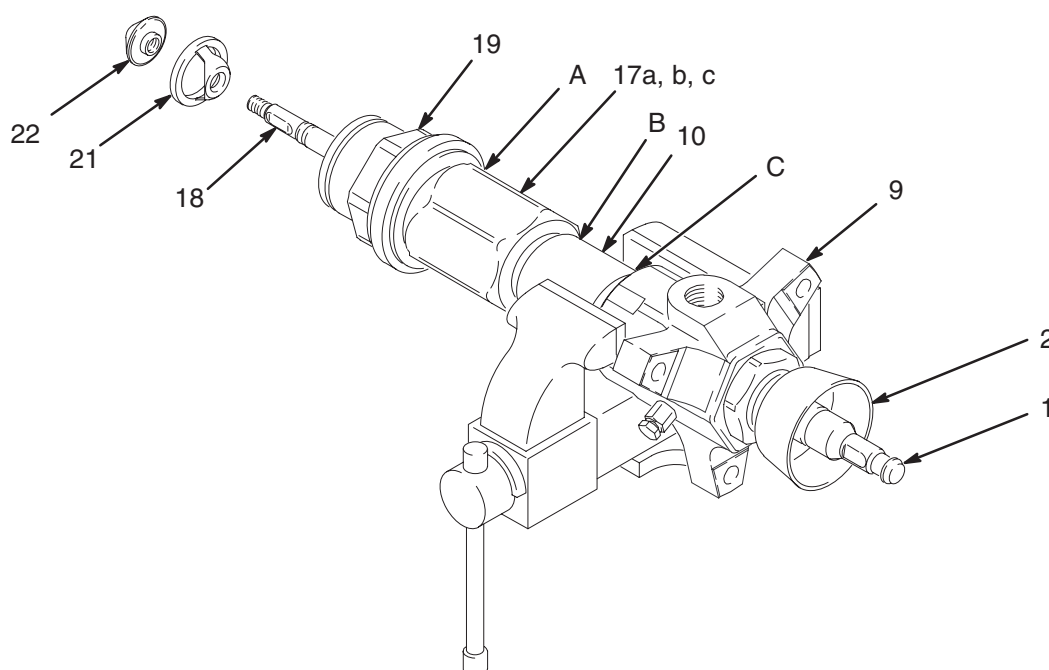

Fig. 8
1. Désaccoupler le bas de pompe du moteur comme indiqué en page 18. Placer le bas de pompe dans un étau en plaçant le collecteur de sortie (9) comme indiqué en Fig. 8.
2. Maintenir les méplats de la tige du piston d'amorçage (18) à l'aide d'une clé à molette et à l'aide d'une seconde clé, dévisser le siège du piston d'amorçage (22) de la tige. Séparer le piston d'amorçage (21) de la tige en le faisant coulisser. Vérifier que les surfaces internes et externes du piston (21) ne sont pas entaillées, usées ou détériorées.
3. Desserrer l'écrou de presse-étoupe (2) à l'aide de la clé (109) fournie.
4. À l'aide d'une clé à tube placée sur la partie hexagonale du cylindre d'entrée (19), séparer celui-ci du corps de clapet de pied (17) en le dévissant. Les points de séparation de la pompe peuvent être en A, B ou C. Voir la Fig. 8.